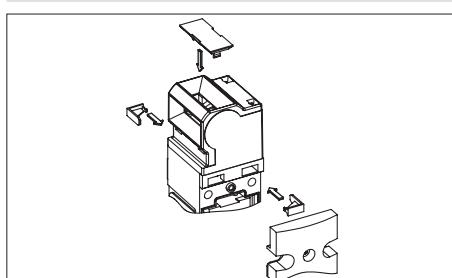

Bild 2: Sicherungskeile einsetzen, Betätigungsgriff verschließen
3. Optional: Beiliegende Sicherungskeile zum Verdrehschutz einsetzen (siehe Bild 2).
4. Nicht benutzten Betätigungsgriff mit beiliegender Schlitzabdeckung verschließen (siehe Bild 2).